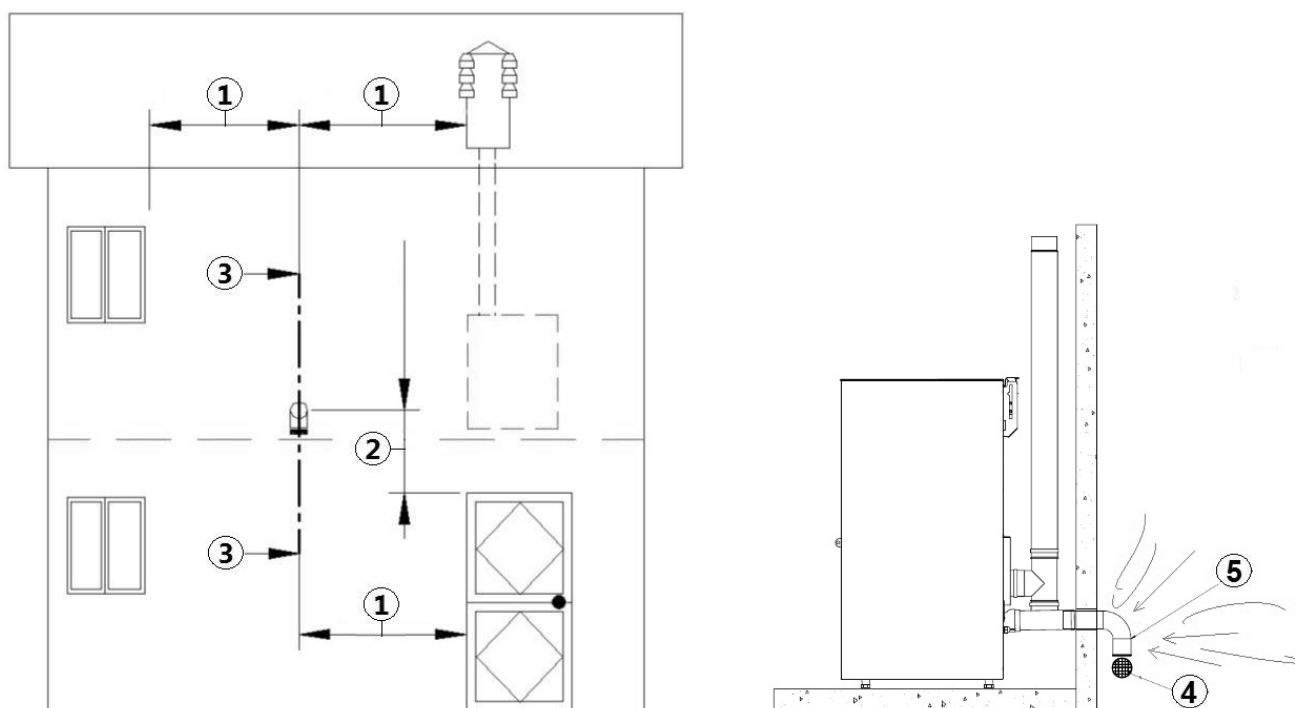

Fig. 11 - Toma de aire en caso de instalación estanca
Verificar en **Fig. 11**, si la estufa que han comprado es estanca. Si es estanca y si desean que también toda la instalación sea estanca, sigan las indicaciones bajo descritas:
- En la pared exterior hay que instalar una curva de 90° para proteger el flujo de aire comburente de los efectos del viento: volver la toma de la curva hacia abajo, véase **Fig. 11**.